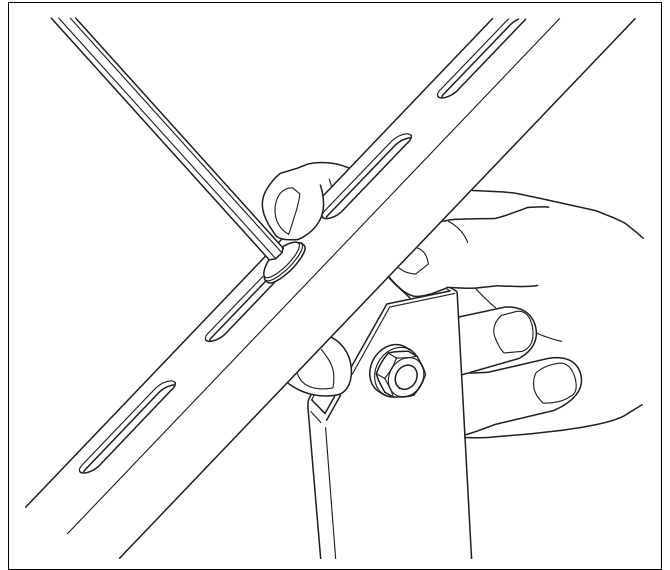

Fig. 14 Atornillar el soporte al apoyo del colector
- ▶ Atornille el apoyo (fig. 14) al tope superior del orificio ovalado con el tornillo de cabeza semiesférica.